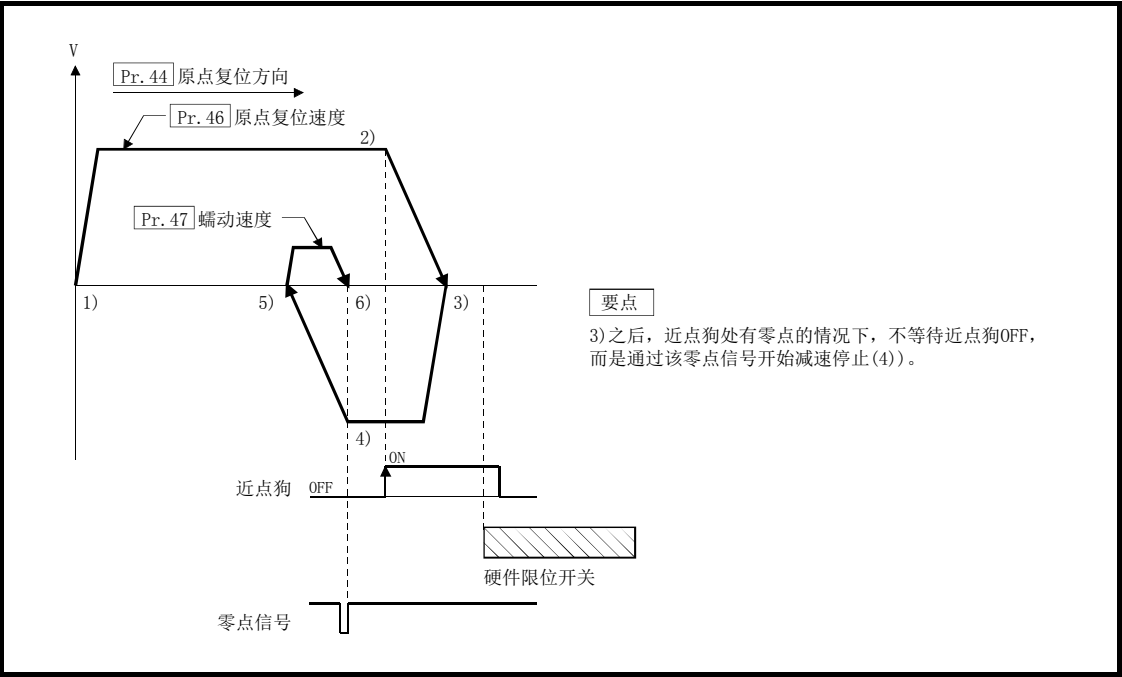

图 8.10 标度原点信号检测式的机械原点复位
- (7) 请勿将标度原点信号检测式原点复位用于有间隙的机械中。
- (8) 使用直接驱动电机时, 应设置为在到达图 8.10 的 3) 之前, 必须通过 Z 相一次。